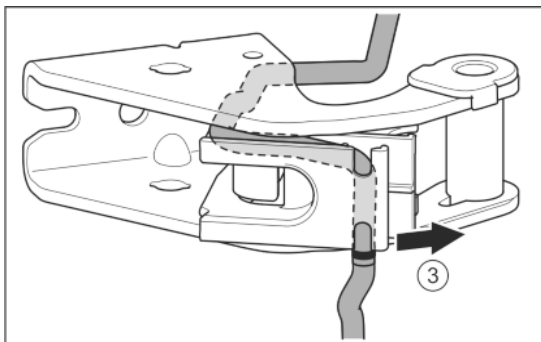

Fig. 24
- ▶ Витягніть кабель з направляючої. Fig. 24 (3)